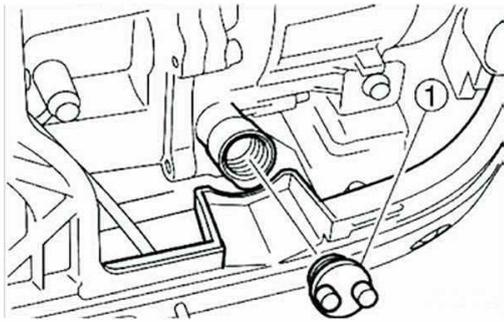

Figure 2
Entfernen Sie den Öleinfülldeckel ① (in Abbildung 2 zu sehen)